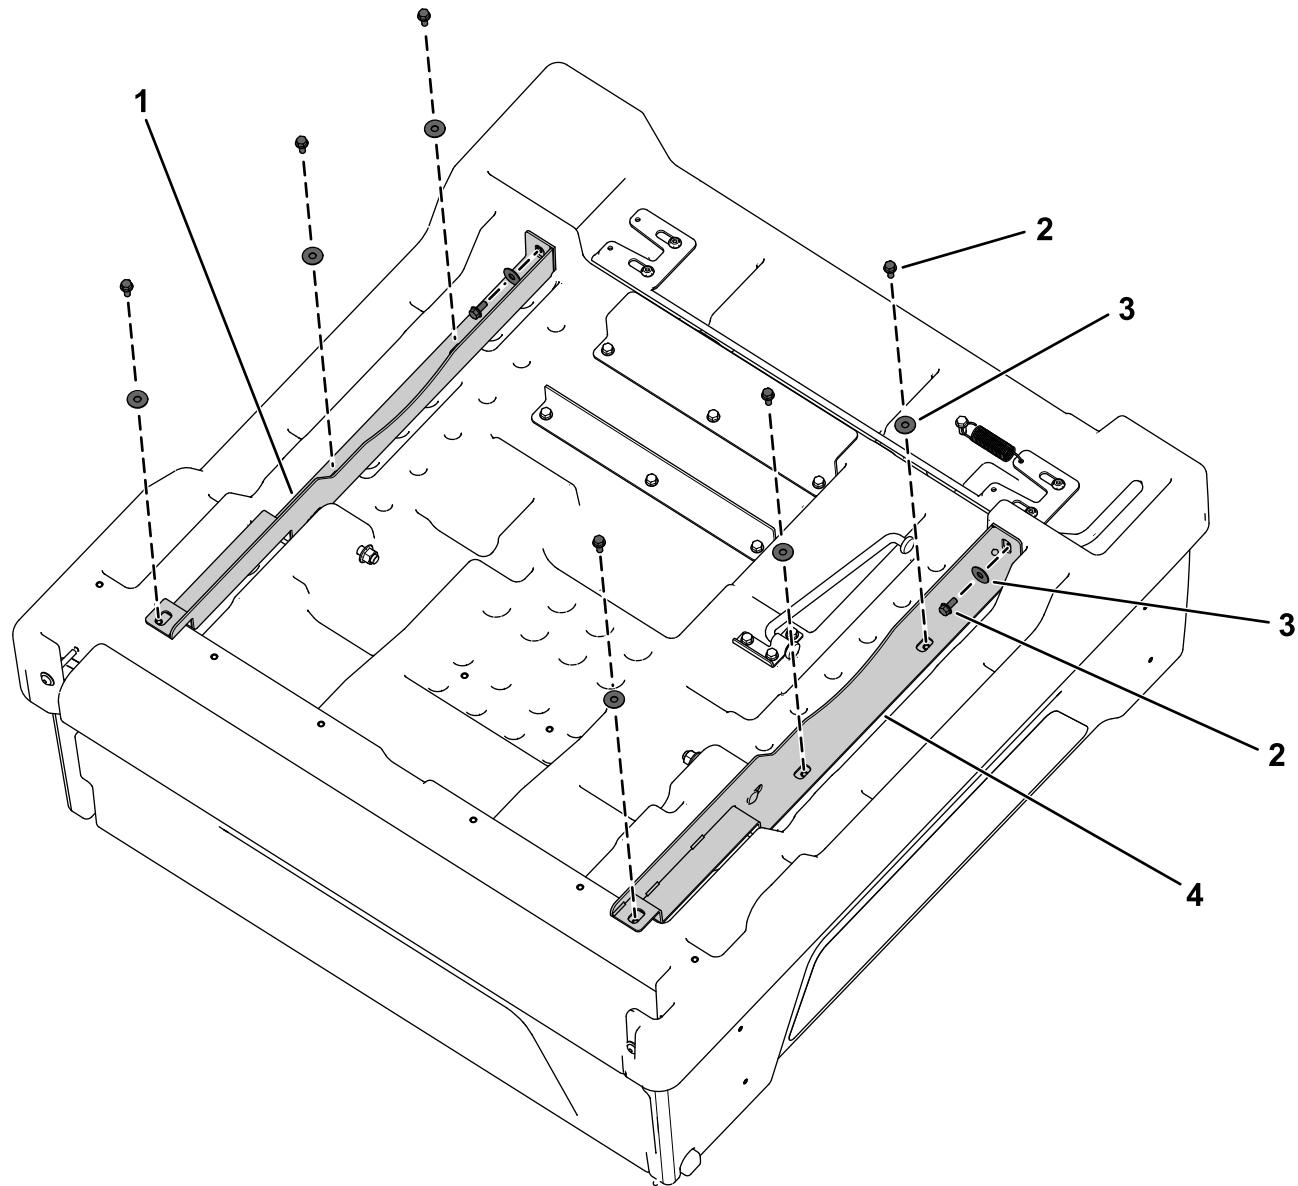

图 2
1. 将每个货斗支架中的孔与货斗底部的螺纹嵌入件对齐 (图 2)。
2. 用 8 个凸缘头螺栓 (5/16 x 3/4 英寸) 和 8 个垫圈将货斗支架固定到货斗上 (图 2)。